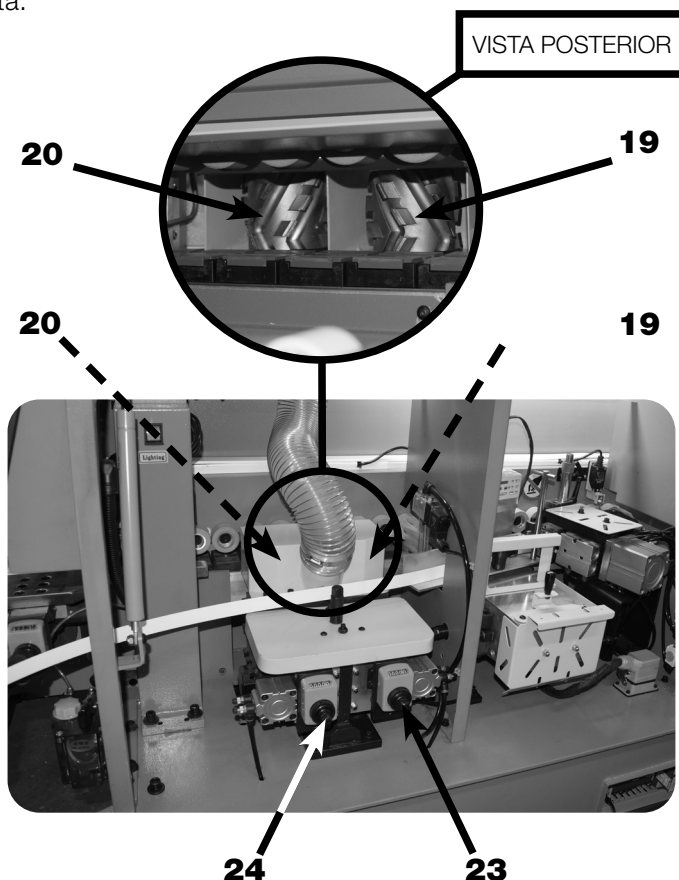

FIGURA 36 – Ajuste do desbaste da Tupia
1. Ajuste da profundidade do desbaste Tupia Dianteira (19) e Tupia traseira (20) (figura 36):
- a) **GIRAR** os Fusos de Ajuste (23) e (24) no sentido horário para avançar a ferramenta;
- b) **GIRAR** os Fusos de Ajuste (23) e (24) no sentido anti-horário para recuar a ferramenta.